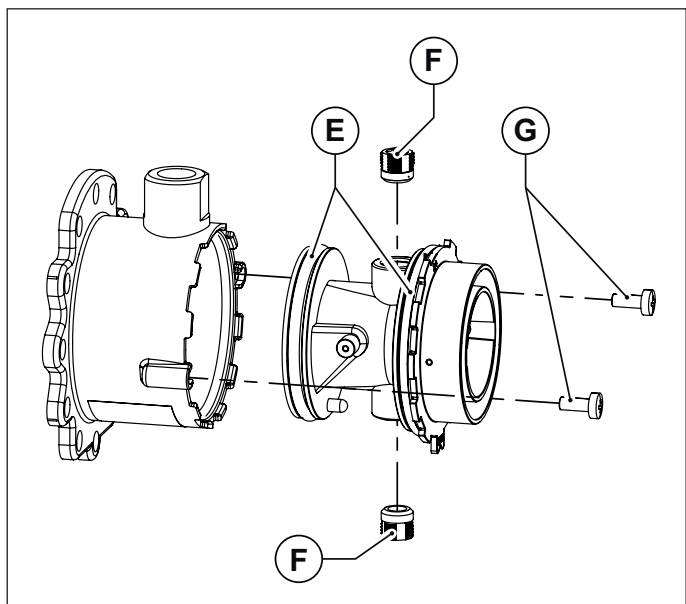

Fig. 28 Corpul din plastic al amestecătorului
- Desfaceți corpul din plastic al amestecătorului, deșurubând cele două șuruburi de fixare (vezi Fig. 28 Corpul din plastic al amestecătorului).
- Desfaceți cele două duze ale amestecătorului utilizând o cheie cu imbus de 6 mm (vezi Fig. 28 Corpul din plastic al amestecătorului).
- Montați din nou corpul din plastic (Venturi) introducându-l în amestecător și înșurubând șuruburile de fixare, având grijă să nu deteriorați garniturile inelare montate la extremitățile corpului din plastic (vezi Fig. 28 Corpul din plastic al amestecătorului) și să respectați orientarea montajului (vezi Fig. 29 Orientare pentru montaj).
- Montați amestecătorul reasamblat la ventilator cu șuruburile cu imbus, având grijă să repoziționați între amestecător și ventilator, garnitura inelară de etanșare (vezi Fig. 28 Corpul din plastic al amestecătorului).